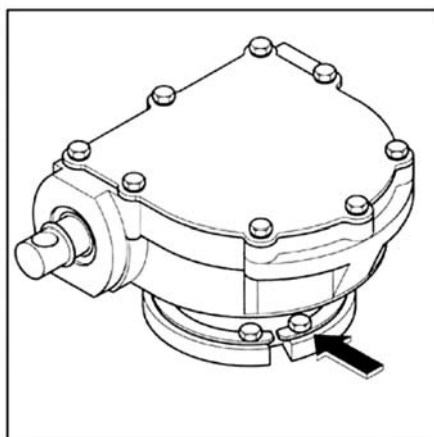

图 35
- (1) 圆锥齿轮传动箱要与分接开关配套。打印的出厂序号必须一致。
- (2) 圆锥齿轮传动箱的水平传动轴必须和开关头部齿轮盒的轴端在一条直线上。
- (3) 拆下头部齿轮盒的压板,并松开齿轮盒的压圈后,头部齿轮盒便可以自由转动。
- (4) 头部齿轮盒的位置调准后必须紧固压圈(最大扭矩 15Nm),盖上齿轮盒压板,用琐片锁死螺栓(图 35)。
- (5) 特殊设计的圆锥齿轮传动箱和及其垂_直或水平传动轴的中间轴承的安装可比照上述说明进行。